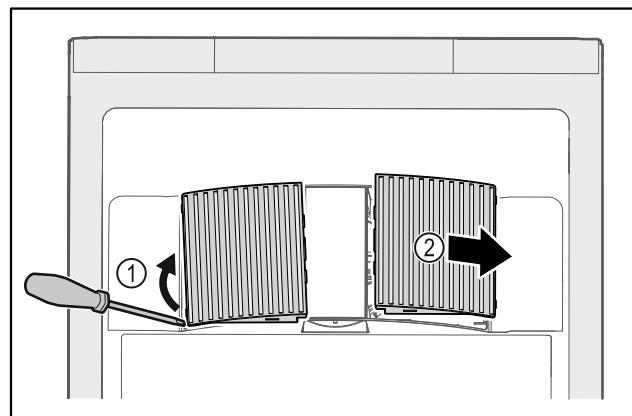

Fig. 46
- Opatrne vytiahnite kryty ventilátorov z bočnej strany Fig. 46 (1) a vyberte ich smerom dopredu Fig. 46 (2).